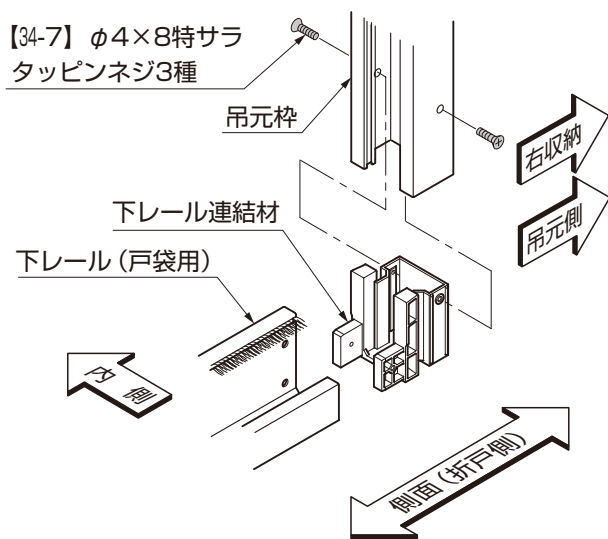

図2-1 吊元側の取付け
①目隠材上枠前のツメ(※1)を、桁底部の溝に引っ掛けて、【34-4】で固定してください。(図2-1参照)